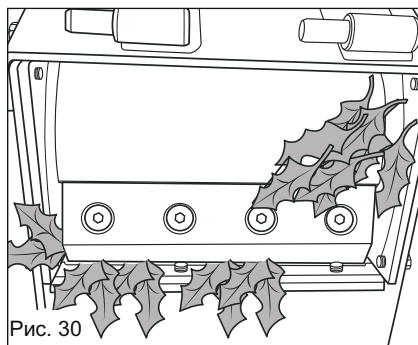

Рис. 30
5. Тщательно очистите зоны резки и разгрузки. Убедитесь, что весь мусор удален, чтобы предотвратить заклинивание лезвий. Зона разгрузки должна быть очищена от всех органических веществ (рис. 30).
6. После полной очистки лезвий установите на место крышку оси лезвия (14), бункер (4) и разгрузочный желоб (15).